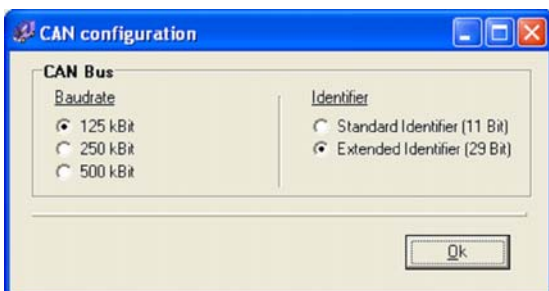

Bild. 5 Dialog för CAN-konfigurationen
- Klicka på knappen för att öppna dialogen för CAN-konfigurationen (se bild 5)